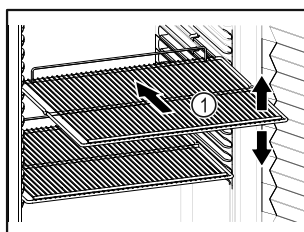

Fig. 58
- ☐ Jeśli ruszty do składowania Fig. 58 (1) są ruchome, należy je ustawić odpowiednio do wysokości.